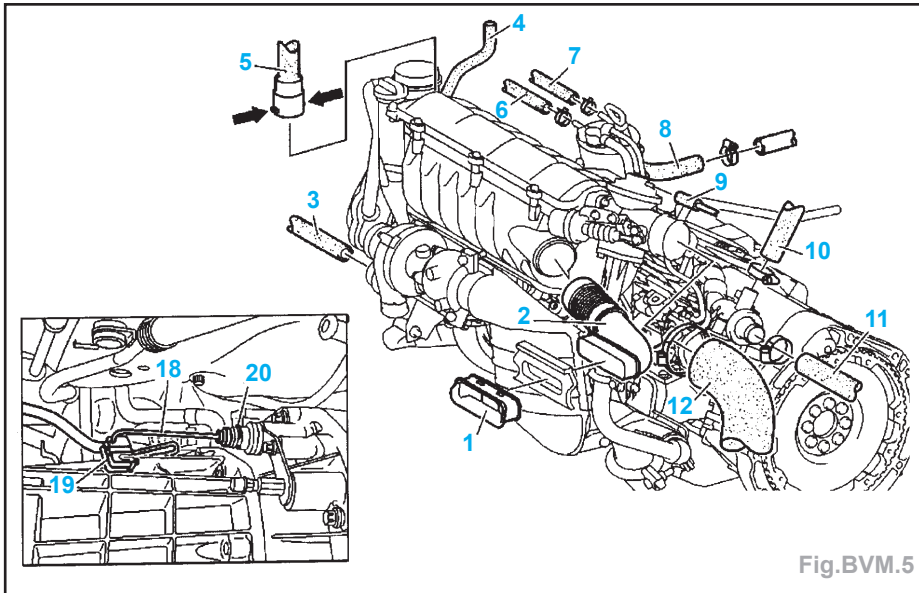

Fig.BVM.5
- Déposer (Fig.BVM.5) :
- Débrancher la conduite du capteur (4) et la conduite (5) en comprimant les crans de verrouillage (flèches) (Fig.BVM.5).
- Ouvrir le support (19), déposer le jonc d'arrêt (20) et débrancher la canalisation (18) d'embrayage.